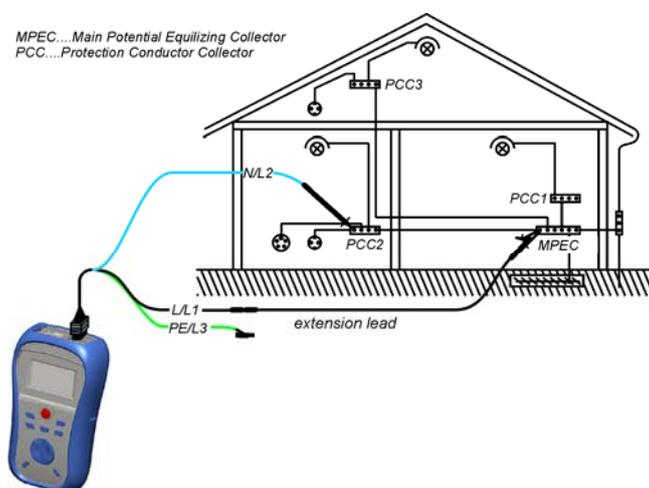

Bild 5.9: Anschluss des Universal-Prüfkabels mit optionaler Verlängerungsleitung
- **Schließen** Sie die Prüflleitungen an der entsprechenden Schutzerde-Verdrahtung an (siehe *Bild 5.9*).